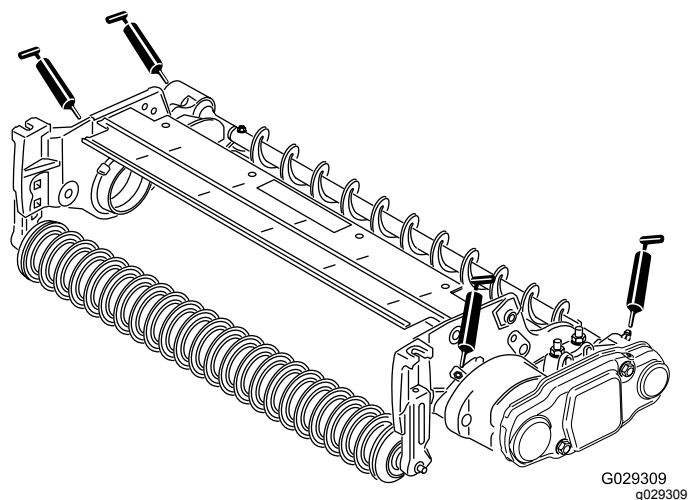

図 19
26. 左右のローラブラシベアリングハウジングのグリス注入部、および、カッティングユニットのその他のグリス注入部に、No.2 リチウム系グリスを注入する図 19。